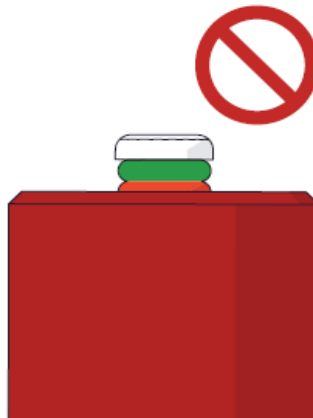

Figura 1-44 Demasiada presión
- Si la presión excede (ver Figura 1-44 en la página 58), desenganche la empuñadura de enganche de motor y reduzca la tensión.